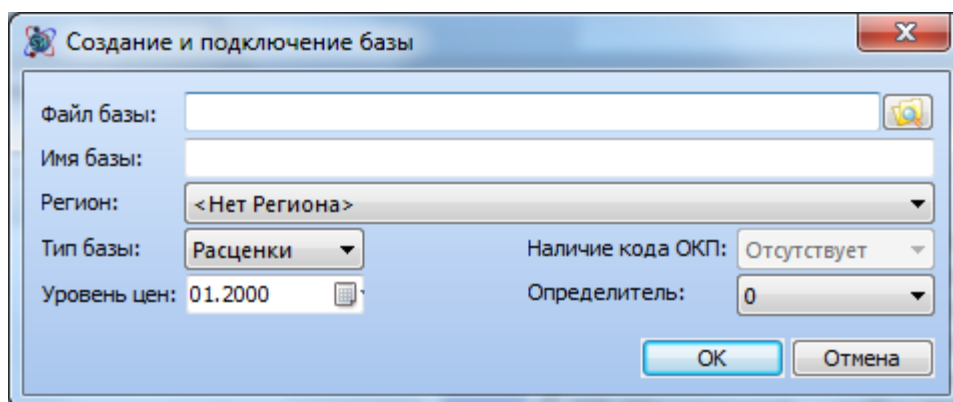

Рис. 6.18 Диалоговое окно Создание и подключение базы
3. В открывшемся диалоговом окне *Создание и подключение базы* (рис. 6.18) указать параметры создаваемой базы данных: